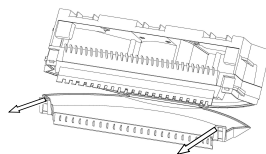

图1
A. 如右图1示，轻轻拨开尘盒底部过滤盒卡扣后，将过滤盒、过滤棉、过滤网清洗并晾干。